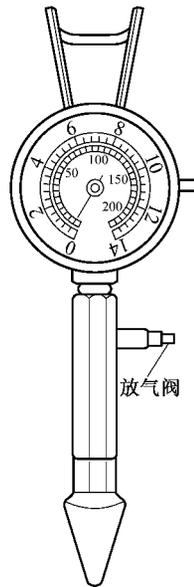

图 1-16 汽油机
(9) 轮胎气压表 用来测量轮胎气压的仪表。使用时,应将它紧压到气门芯上,气门芯被压进,胎内空气即冲出,推动表上的指针。指针上所指示的读数为轮胎的充气压力。
(10) 气缸压力表 用于测量发动机气缸压力的仪器。根据气缸压力的大小,可以了解气门和活塞环的工作情况。如压力过低,则证明活塞环漏气、气门关闭不严或气缸盖漏气等,如图 1-16 所示。